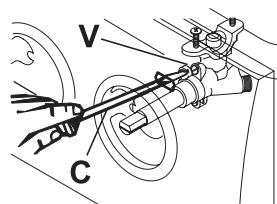

Рис. 4
- Снимите ручку (A) крана, приложив небольшое усилие к штоку.
- Если кран оборудован устройством газ-контроля, регулировочный винт (V) находится над стержнем (рис. 4) или сбоку стержня (рис. 5).